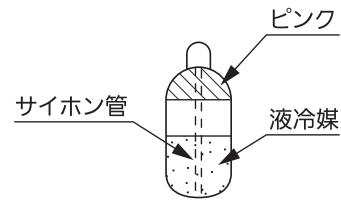

図 17
- R410A 用冷媒ボンベの色は灰色の素地に、ボンベ上部はピンク色となっています。(図 17)